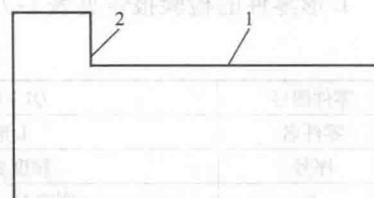

图 1-7 L 形零件的加工顺序
1) 在长方体的基础上加工内直角，顺序为：1—2，如图 1-7 所示。内直角排料可以采用锯削排除余料，锯削时必须为下一道工序留 0.5~1mm 的加工余量。